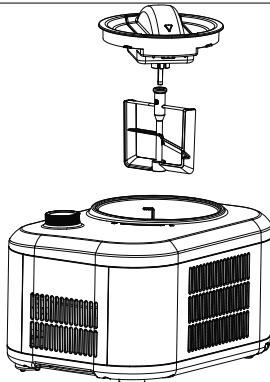

Fig. 7
- Coloque los componentes montados en el paso anterior en el aparato o en la bandeja de refrigeración (véase fig. 7).